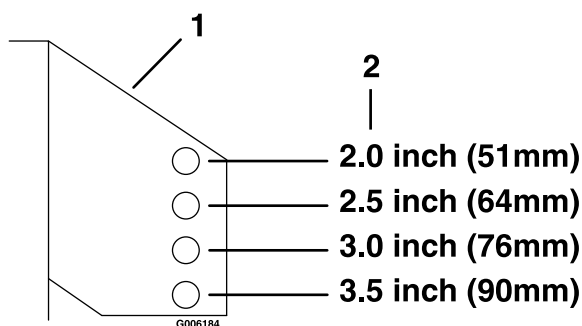

Figure 19
6. Placez les galets dans l'une des positions illustrées à la Figure 19. Les galets maintiendront une garde au sol de 19 mm (¾ po) qui minimise les traces profondes dans le gazon ainsi que l'usure et l'endommagement des galets.